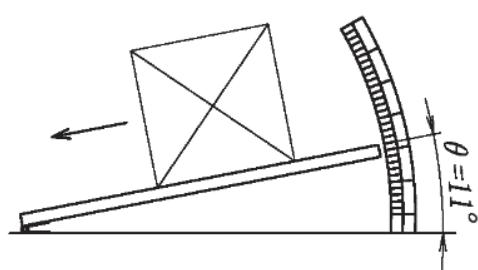
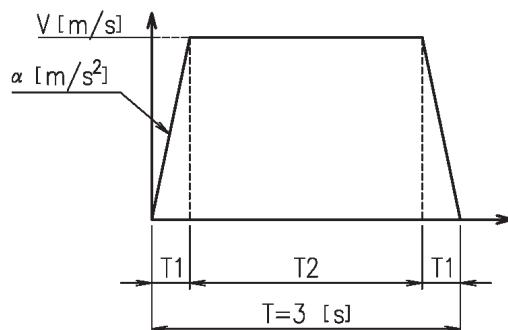

図2 ワークの滑りだし角度の測定
図3 運転パターン
- (1) ワークとテーブルの摩擦係数を求めるために、図2に示す様にテーブルと同じ材質、同じ表面性状において、滑り出す角度を測定した。測定の結果、ワークは傾斜が11度になった時に滑り出した。この結果から、ワークとテーブルの摩擦係数 μ_1 を求めよ。
- (2) ワークがテーブル上で、滑ることなく搬送できる最大加速度 α [m/s²]を求めよ。
- (3) (2)で求めた最大加速度 α [m/s²]で、図3の運転パターンで稼働する時、ボールねじのリードを算出し、その結果から、表1より適用するリード L [mm]を選定せよ。
- (4) ボールねじの許容軸方向荷重 P [N]と許容回転速度 N_c [min⁻¹]から、ねじ軸谷径 d を算出し、表1から適用するボールねじのねじ軸径 D [mm]を選定せよ。なお、テーブルの質量は無視すること。